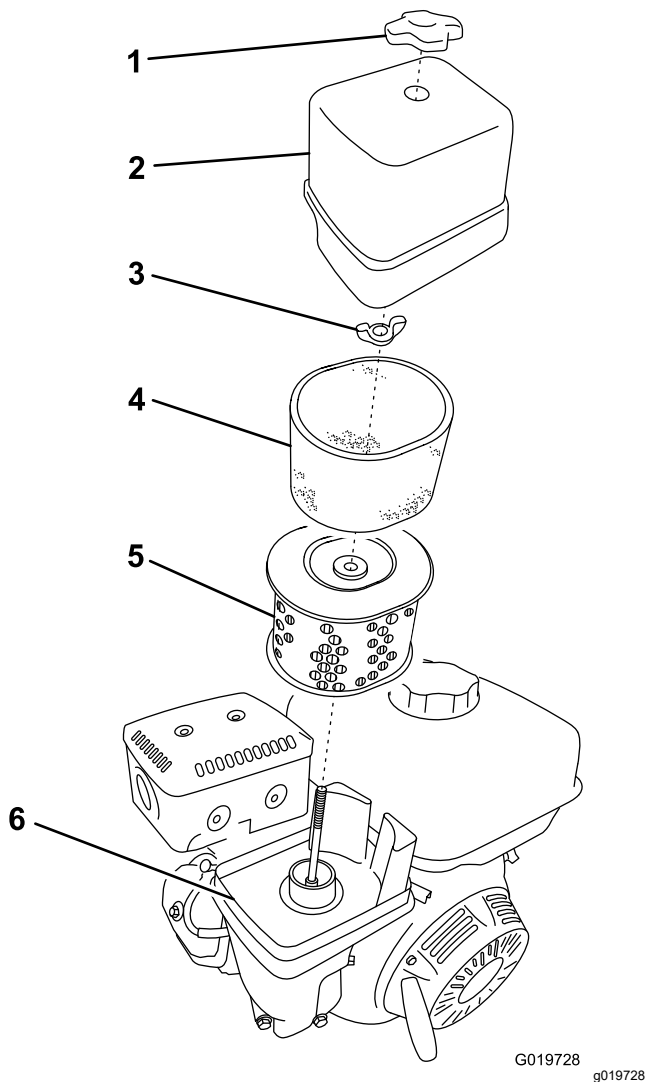

Figura 40
3. Retire la tuerca que sujeta la tapa (Figura 40).
5. Separe cuidadosamente de la base los elementos de gomaespuma y de papel (Figura 40).
6. Separe el elemento de gomaespuma del elemento de papel (Figura 40).